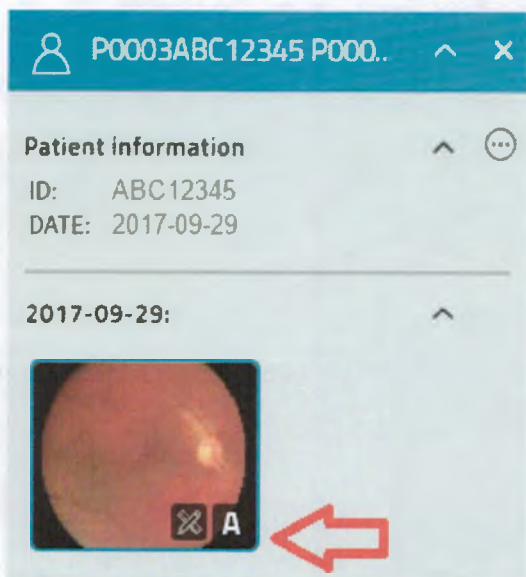

Рисунок 56. Значок анализа изображения аннотации.
• Наличие автоматизированного анализа скрининга диабетической ретинопатии обозначается активной буквой «А» рядом с образцом исследования (См. рис. 56). Как только вы нажмете на значок «А», результаты анализа могут быть оценены и просмотрены еще раз.